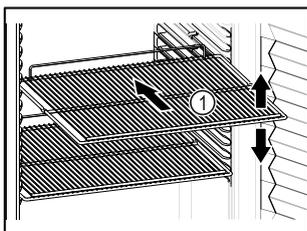

Fig. 20 Atvaizdo pavyzdys
- Jei pastatymo grotelės Fig. 20 (1) galima perkelti, pritaikykite atsizvelgdami į aukštį.